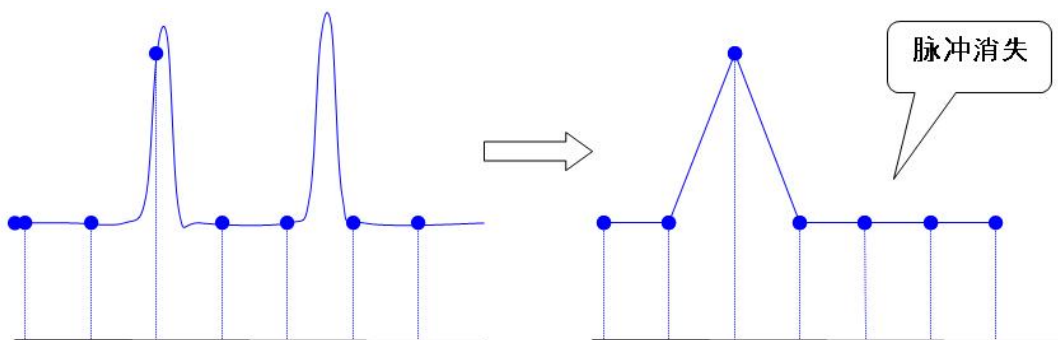

图 10-3
- 波形漏失：由于采样率过低，对采样数据进行重建时的波形没有反映全部实际信号，如下图 10-3 所示。